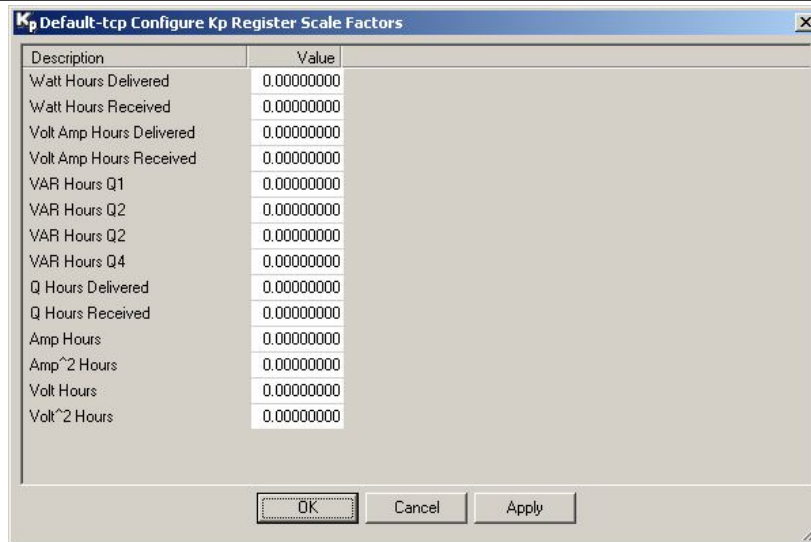

Рисунок 29
8.4.2 Выберите в ПО PSCSV™ Connection > Configure > Configure K_p Register Scale Factor или на панели конфигурации нажмите кнопку  и в открывшемся диалоговом окне, рисунок 29 введите значения (Value) рассчитанные для каждой характеристики